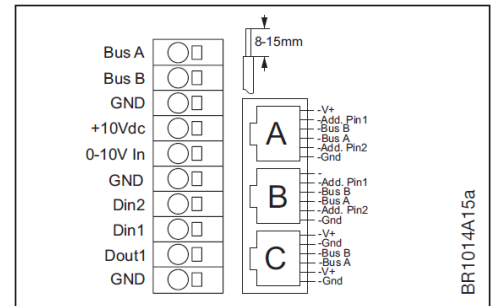

Abb. 3-15: A/D Steueranschlüsse
- A/D Steuerleitungen sind an die in Abb. 3-15 dargestellten Klemmleiste anzuschließen.